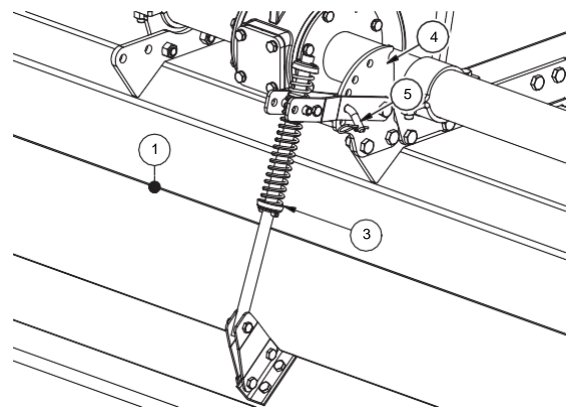

FIG. 18
För att starkare jämna ut och sönderdela jorden är maskinen försedd med en sladdplanka (1, "fig. 18") placerad bakom knivarna. Den kan justeras i höjdlöd med hjälp av en fjäder (3). Vi rekommenderar att börja arbeta med sladdplankan i ett mitre läge och när maskinen har nått inställt arbetsdjup efter några meter kan du säkra sladdplankans position mot stödet (4) och skjuta in låstappen (5).